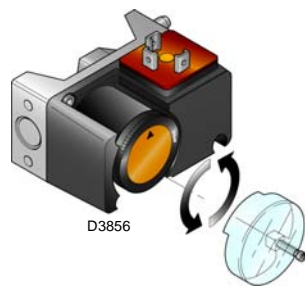

Abb. 22
- Regeln Sie den Maximal-Gasdruckwächter (Abb. 22) auf das Skalenende.